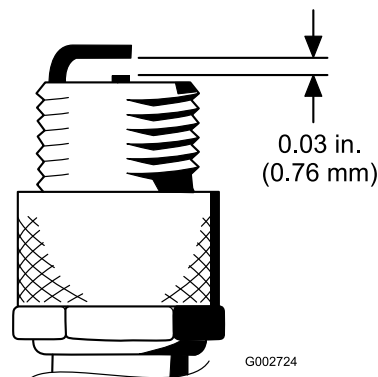

图43
4. 将中心电极与侧电极之间的空隙设置为 0.76mm（图43）。